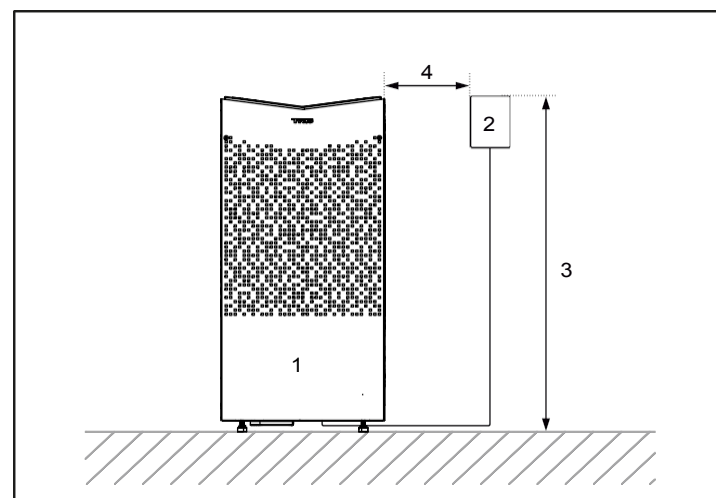

Figura 5: Distanza di sicurezza / altezza di installazione, pannello di controllo
- Pianificare il posizionamento del pannello di controllo (vedere le istruzioni allegate al pannello di controllo per il posizionamento consentito). Vedere anche la sezione Pannello di controllo, Figura 5.
Se possibile, si consiglia di posizionare il pannello di controllo all'esterno della cabina sauna a causa delle temperature ambiente più basse. Il pannello di controllo può essere posizionato all'interno di una cabina sauna Tylö o di una cabina sauna autocostituita con una ventilazione corretta che funzioni secondo il principio di ventilazione raccomandato da Tylö (ventilazione naturale principio). Leggere le sezioni intitolate "Posizionamento della presa d'aria" e "Posizionamento della bocchetta di scarico" nelle presenti istruzioni. Il pannello di controllo deve sempre essere posizionato all'esterno della cabina sauna se questi requisiti non sono soddisfatti. Se si installa il pannello di controllo all'interno della cabina sauna, è necessario posizionarlo tenendo conto delle distanze di sicurezza e dell'altezza di installazione, vedere la Figura 5.